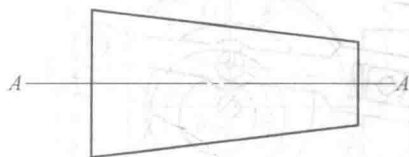

图1
11. 如图1所示是一变直径带轮。设该带轮的材料均匀,制造精确,安装正确,当它绕A—A轴线回转时是处于_____状态。